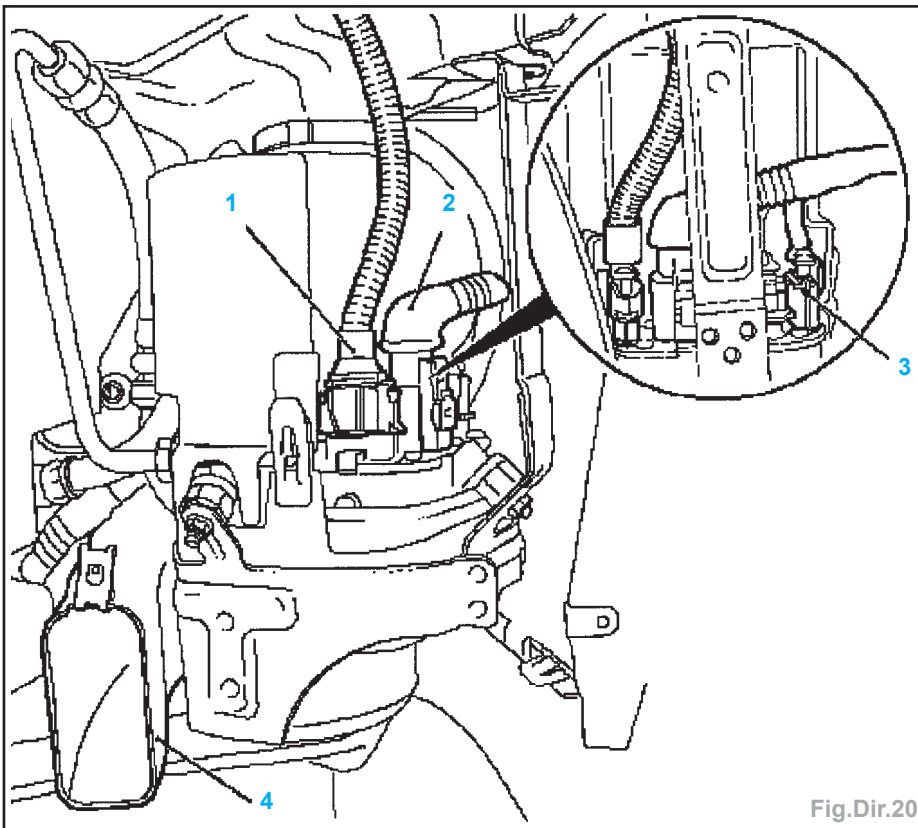

Fig.Dir.20
- Le cas échéant, déposer la canalisation d'air de refroidissement de frein (4) (Fig. Dir.20).
- véhicule avec ESP : déverrouiller la fiche de faisceau de câbles de capteur d'angle de braquage (3) et la débrancher.